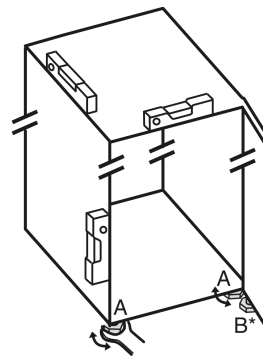

Fig. 36
- Zhvidhosini këmbëzat me rregullim Fig. 36 (A) me çelës fiso dhe me ndihmën e një niveli me ujë, derisa pajisja të jetë niveluar mirë.
- Zhvidhosni këmbëzat me rregullim Fig. 36 (B) në bazamentin mbështetës me çelësat fiso të përfshirë në paketim, derisa të jetë mbështetur mbi dyshteme.
- Rrotullojeni këmbën me rregullim Fig. 36 (B) sërish maksimumi 90°, për të parandaluar dëmtimin e derës.